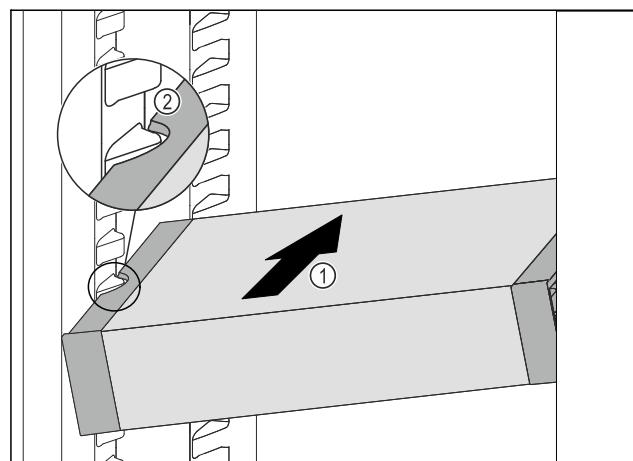

Fig. 142
- ▶ 将 VarioSafe 斜插入冷藏区中 Fig. 142 (1)，直至 VarioSafe 的侧部凹槽 Fig. 142 (2) 与冷藏区中的容器肋梁持平。